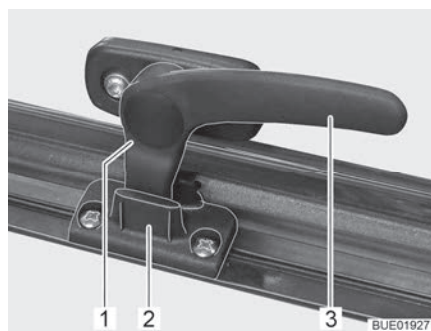

Bild 21 Låsarm i läget "kontinuerlig vädning"
- I läget "kontinuerlig vädning" (Bild 21)
- Sväng låsarmen (Bild 21,3) ett kvarts varv mot fönstrets mitt.
- Sväng låsarmen ett kvarts varv mot fönsterkarmen. Därvid måste låsspaken (Bild 21,1) föras in i spåret på fönsterlåset (Bild 21,2).